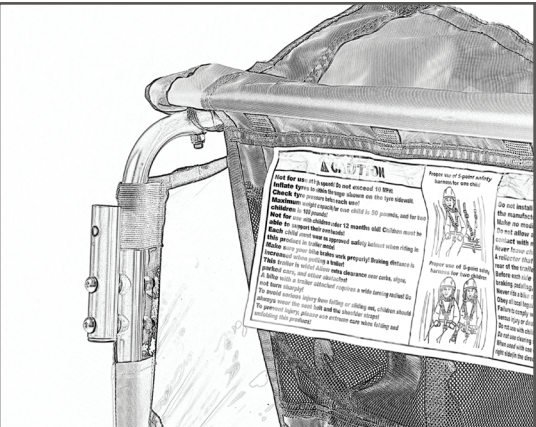

図34
9. トレーラーを再び真っ直ぐにし、フレームの後部にブラケットを固定するハンドルバーを探してください (図34)。ハンドルバーのスプリング・ピンを押し、スプリング・ピンがパチッと閉まるまで、ハンドルバー・チューブがブラケット内に滑り込むようにしてください (図35)。くっついたり干渉したりしないよう、ハンドルバーの左右両側を同時に挿入してからスプリング・ピンを押し下げるのが効果的です。そうすると、両側が容易に閉まります。取り外すには、ピンを押し下げてハンドルバーを引っ張るだけです。